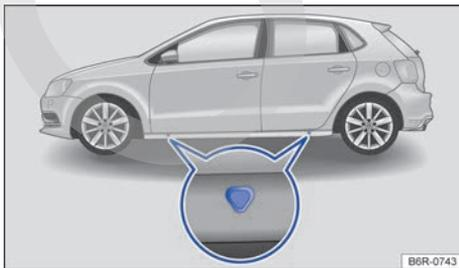

Fig. 214 Puntos de apoyo para el gato (el lado derecho del vehículo es simétrico).
El gato únicamente se deberá colocar en los refuerzos de los bajos del vehículo que se encuentran detrás de las marcas que hay en la carrocería → fig. 214. El punto de apoyo válido es el que se encuentra junto a la rueda correspondiente → .
6. Busque debajo del vehículo el punto de apoyo para el gato → fig. 214 que se encuentre más próximo a la rueda que haya que cambiar.